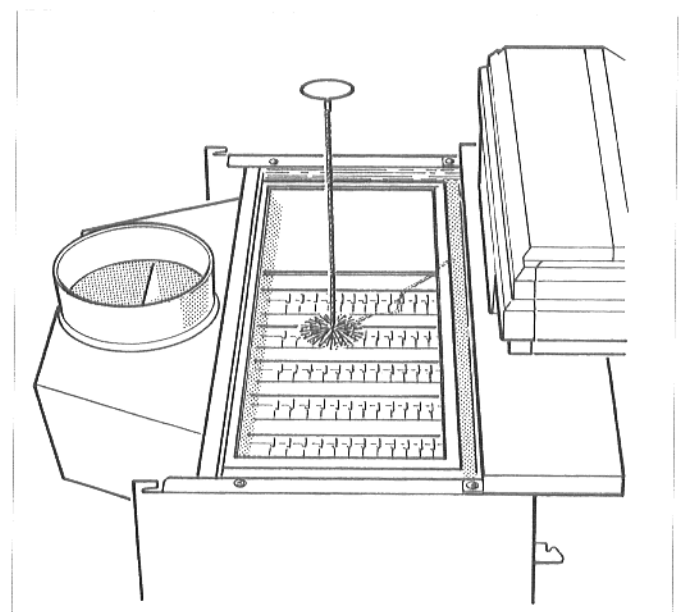

Abb. 42: Bürstenreinigung
- Heizgaszüge durchbürsten (Abb. 42).